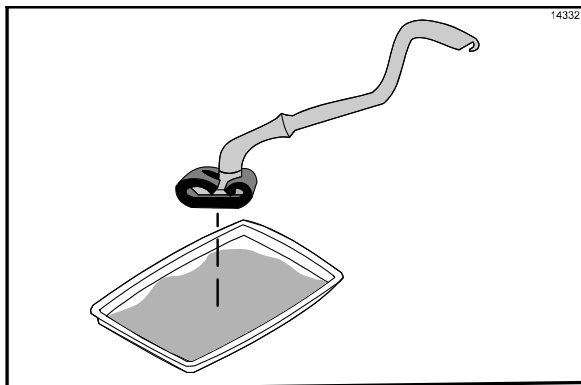

Figura 88
14. Mergulhe o porta-esponja Kay para limpeza do grill na solução de limpeza. (Veja a Figura 88.)